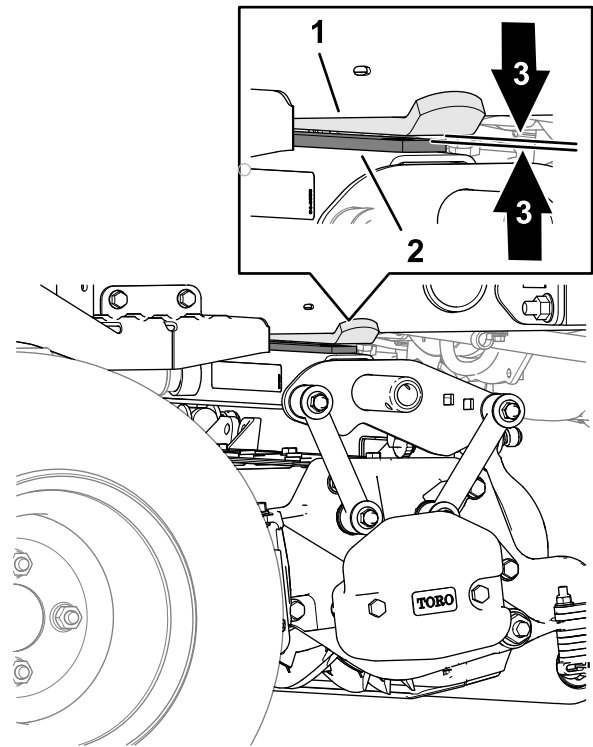

Bild 27
4. Messen Sie am hinteren Mähwerk den Abstand zwischen dem Verschleißbands an der Oberseite der Verschleißleiste des hinteren Mähwerks und dem Anschlag des Stoßfängers (Bild 27).